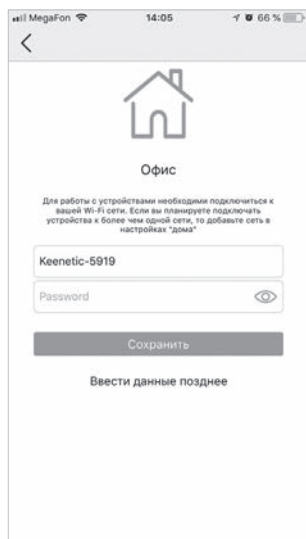

Рис. 37.3.
4. Введите имя и пароль домашней Wi-Fi сети. Именно к этой сети будут подключаться автоматически все устройства, используемые Вами (рис. 37.3).
Данные настройки установлены производителем. При подключении к домашнему Wi-Fi роутеру их необходимо изменить в соответствии с параметрами Вашей домашней сети (см. стр. 44, рис. 37.3).